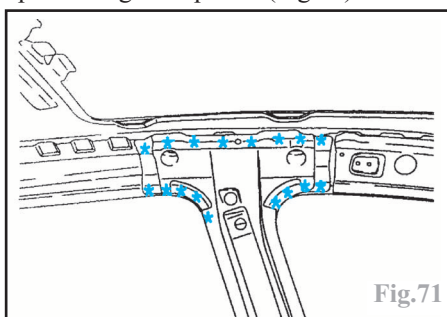

Fig.71
-par fraisage des points (Fig.71).